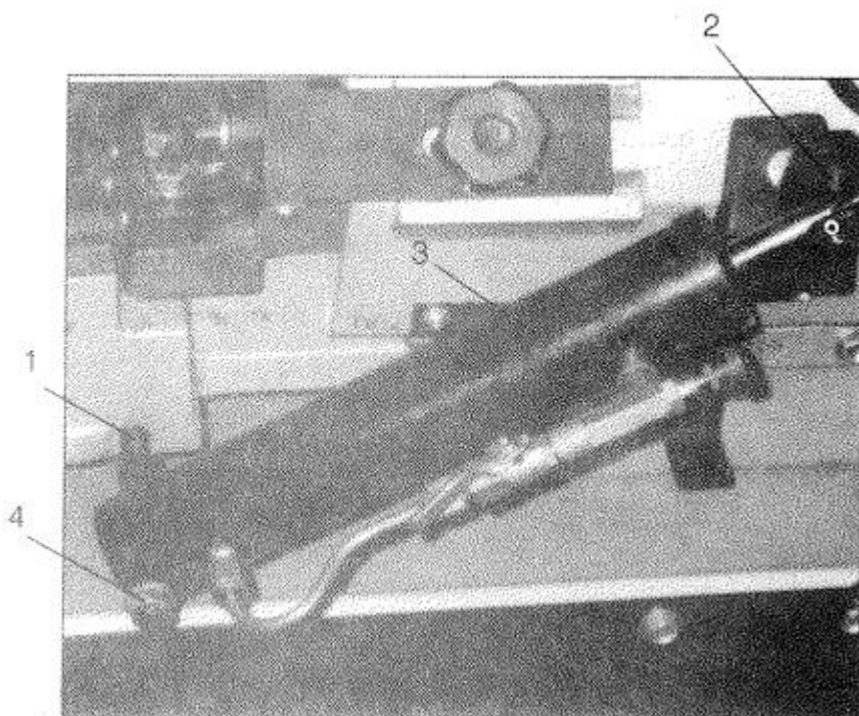

Рис. 3
5. Надвинуть стержень цилиндра (1 на рис. 3) на основание и затянуть Цилиндр (3) надвинуть на стержень и затянуть гайку (4). Винт 2 прикрутить к цилиндру.